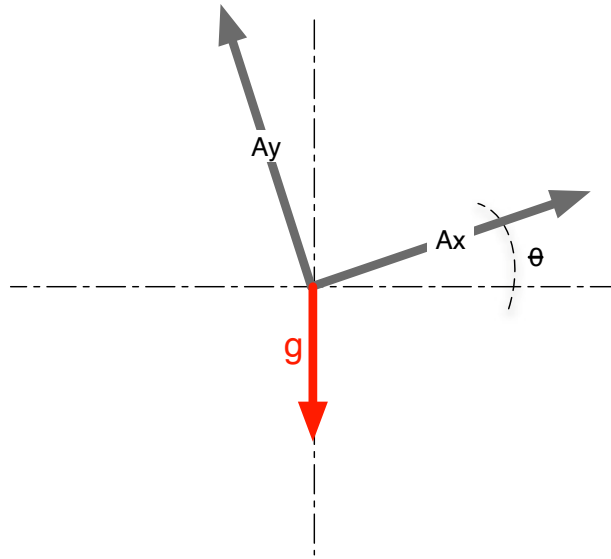

Figura 2: Vehículo del cual se desea estimar su trayectoria.
Para determinar el valor del sesgo y el factor de escala, se procede a realizar el segundo ensayo: se ubican los acelerómetros en una superficie, dejándolos medir la gravedad (cuyo valor se supone 9.8 m/s^2). Luego, esta superficie comienza a rotarse (con ángulo conocido), como indica la figura 2. Conociendo el valor del ángulo rotado y la medición de los acelerómetros, se pretende estimar el valor del sesgo y del factor de escala.
- *ensayo.mat*: Son los datos del ensayo realizado a los acelerómetros. Contiene dos variables. La primera, llamada *tita*, contiene los valores del ángulo rotado θ (ver figura 2), en la segunda, llamada *datos*, se encuentran los valores de aceleraciones medidas en x e y , respectivamente, correspondientes a cada ángulo θ .